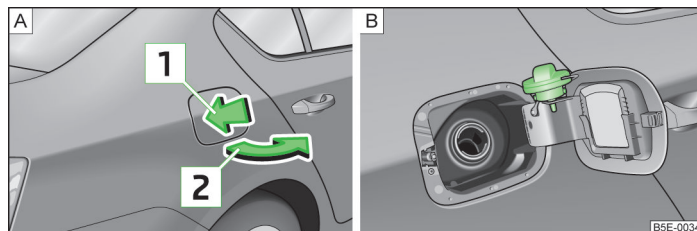

Fig. 144 Partea dreaptă spate a autovehiculului: deschiderea clapetei rezervorului de combustibil / clapeta rezervorului de combustibil cu bușonul înșurubat
Pe interiorul clapetei rezervorului sunt menționate tipurile adecvate de carburant pentru autovehiculul dvs » fig. 144 la pagina 169 - [B].
- Apăsăți clapeta rezervorului în sensul săgeții 1 » fig. 144.
- Desfaceți bușonul rezervorului spre stânga și introduceți-l în alezajul de la clapeta rezervorului de combustibil » fig. 144 - [B].